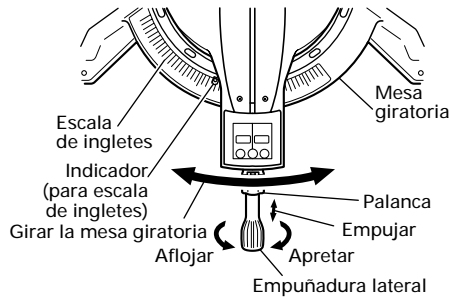

Fig. 24
- (1) Afloje la empuñadura lateral y empuja la palanca para los topes de ángulo. Luego, ajuste la mesa giratoria hasta que el indicador se alinee con el ajuste deseado de la escala de ángulos de inglete (Fig. 24).
- (2) Vuelva a apretar la empuñadura lateral para asegurar la mesa giratoria en la posición deseada.